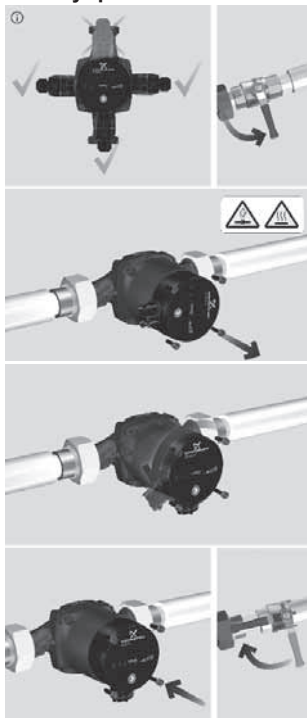

**Рис. 4** Монтаж насоса ALPHA2 L
- Установите насос так, чтобы вал электродвигателя располагался горизонтально (см. рис. 4).